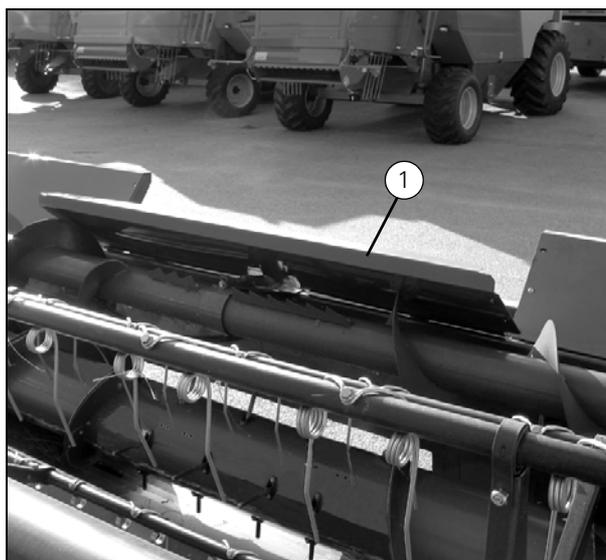
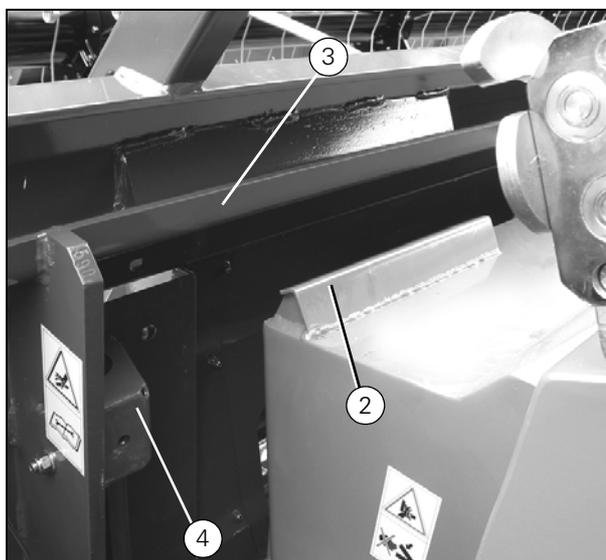
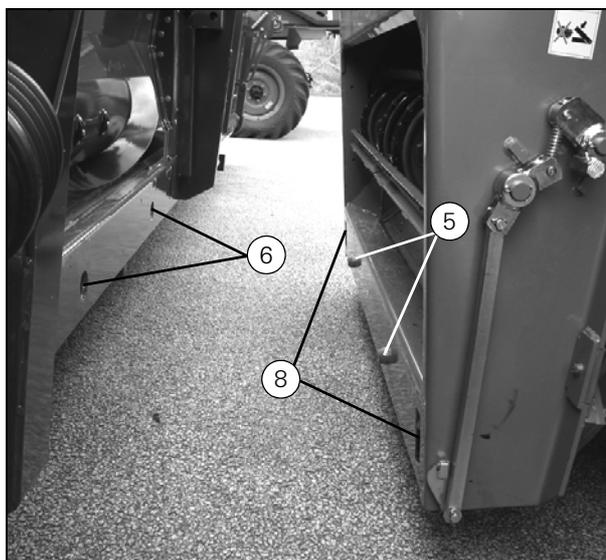
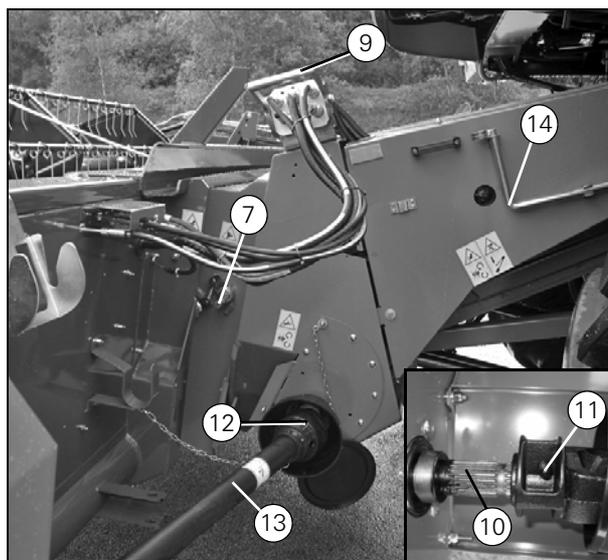

Рисунок 1
Рисунок 2
Рисунок 3
Рисунок 4
(Рис. 1), (Рис. 2), (Рис. 3) и (Рис. 4)
7. Поверните запорное устройство (7) и с помощью гаечного ключа (14), входящего в комплект поставки машины, прикрепите крюки (8) к жатке \(Рис. 3\).
9. Присоедините многофункциональную муфту к штуцеру главного приемного элеватора и соедините две детали, используя рукоятку (9).